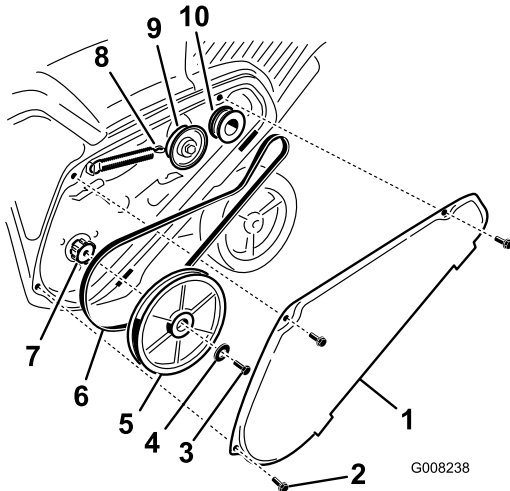

Bild 28
1. Nehmen Sie die drei Schrauben ab, um die Abdeckung des Treibriemens zu entfernen, wie in **Bild 28** abgebildet.
2. Haken Sie die Bremsfeder vom Spannarm aus, um die Riemenspannung zu lösen (Bild 28).
3. Nehmen Sie die Schraube und die Wellenscheibe ab, mit denen die Rotorscheibe befestigt ist (Bild 28).
4. Entfernen Sie die Rotorscheibe und den Treibriemen (Bild 28).
Hinweis: Verlegen Sie den neuen Treibriemen zuerst um die Motorriemenscheibe, dann um die Spannscheibe und dann lose um die Rotorscheibe, die sich etwas über der Rotorwelle befindet (Bild 28).
- Montieren Sie die Rotorscheibe an der Rotorwelle (**Bild 28**).
- Setzen Sie die Wellenscheibe und die Rotorscheibenschraube ein und ziehen sie beide fest (**Bild 28**).